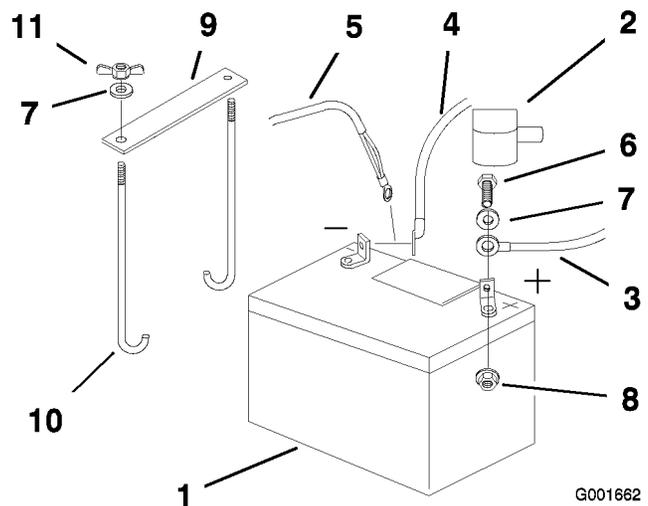

Figura 39
4. Primero desconecte el cable negativo de la batería y el cable de tierra del borne negativo (-) de la batería (Figura 39).
5. Retire la cubierta de goma roja del borne positivo (rojo) de la batería. Luego retire el cable positivo (rojo) de la batería (Figura 39).
6. Retire ambas tuercas de orejeta (1/4 inch) que fijan la brida de la batería (Figura 39).
1. Coloque la batería en la bandeja, con los bornes hacia el motor (Figura 39).
4. Sujete los cables con 2 pernos (1/4 x 3/4 pulgadas), 2 arandelas (1/4 inch), y 2 contratuercas (1/4 inch) (Figura 39).
6. Fije la batería con pernos en J, una brida de sujeción y 2 arandelas (1/4 inch), y 2 tuercas de orejeta (1/4 inch) (Figura 39).